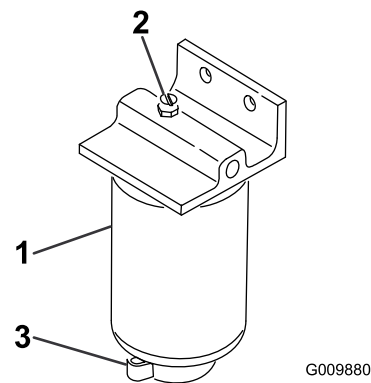

Figura 53
3. Allentate la valvola di spurgo situata nella parte inferiore della scatola del filtro (Figura 53).
2. Pulite la superficie circostante la scatola del filtro (Figura 53).